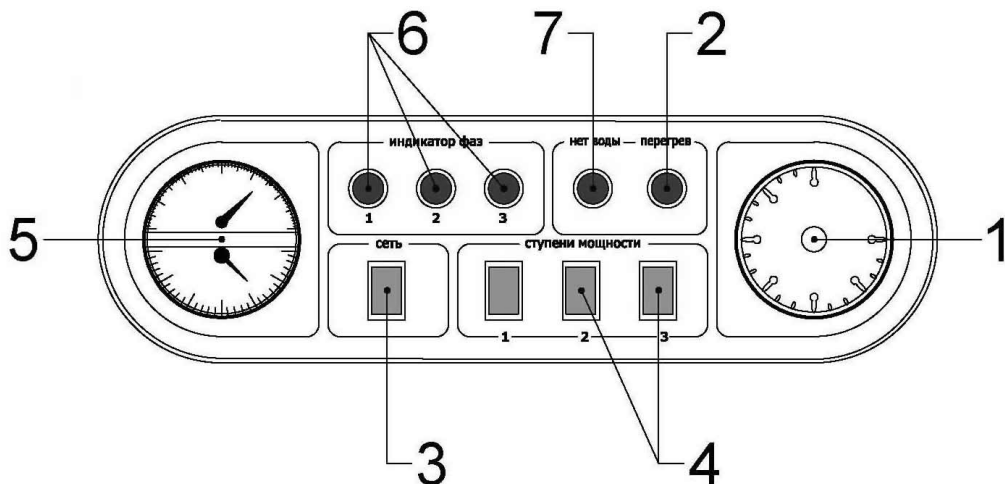

Рис. 2
- ✓ Плата управления котла (11). Плата анализирует состояние датчика температуры воды, термовыключателя, датчика уровня, датчика температуры воздуха (опция), реле протока (опция). Плата выполняет анализ поступивших сигналов и производит включение или выключение ступеней мощности в зависимости от конкретной ситуации. Включение и выключение ступеней мощности осуществляется каскадно, с задержкой 3 секунды, чтобы исключить скачки напряжения в сети;
- ✓ Плата резервного управления (12), расположена рядом с электронной платой управления котла и представляет собой планку с разъемами. В случае сбоя в работе платы управления, или выхода ее из строя, до приезда специалистов сервисного центра, прибор можно переключить на работу по механическим датчикам - через плату резервного управления (подробнее см. раздел техническое обслуживание);
- ✓ Клеммная колодка (5), предназначена для подключения к прибору внешних опций: комнатного термостата или термостата-программатора; (опция) и стабилизатора напряжения (опция);
- ✓ Зажимы кабеля питания (7), для подключения подводящего кабеля;
- ✓ Плавкий предохранитель платы управления (10), Управляющая цепь контакторов и схема управления защищены плавкими предохранителями.
- 4.7. Состояние работы прибора отражается световыми индикаторами на панели управления (Рис. 2). Панель управления содержит следующие элементы:
- ✓ Термоманометр (5) позволяет контролировать давление в системе и температуру на выходе из прибора;
- ✓ Индикатор «Перегрев» (2) загорается при перегреве воды (нарушение циркуляции) при этом прибор автоматически выключается. После остывания теплоносителя примерно на 15-20 °C нагрев снова включается;
- ✓ Индикатор «Нет воды» (7) показывает отсутствие теплоносителя в приборе;
- ✓ «Индикаторы фаз» (6) показывают наличие фаз на вводном аппарате защиты;
- ✓ Выключатель «Сеть» (3) служит для включения прибора в работу;
- ✓ Выключатели "I", "II", "III" (4) служат для включения первой, второй и третьей ступеней мощности прибора. Внутренняя подсветка выключателей показывает, какие ступени мощности включены;
- ✓ Ручка регулятора температуры теплоносителя (1) обеспечивает плавную регулировку температуры теплоносителя.
- 7.13. Все элементы управления расположены на лицевой стороне прибора на панели управления. (Рис. 2).